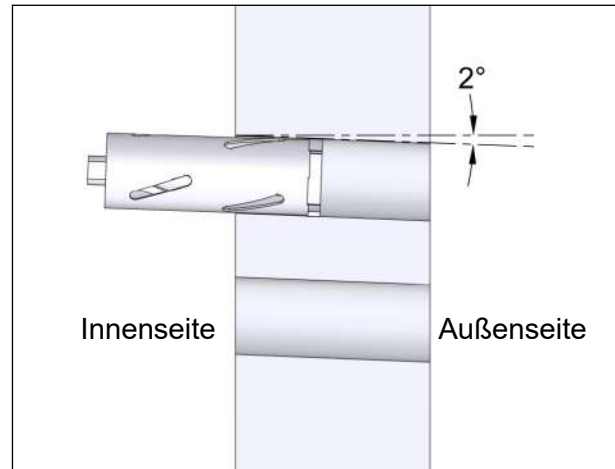

Abb. 18: Kernlochbohrungen anbringen
- ▶ Erstellen Sie die beiden Kernlochbohrungen mit  $\varnothing$  120 mm nach Abb. 18.